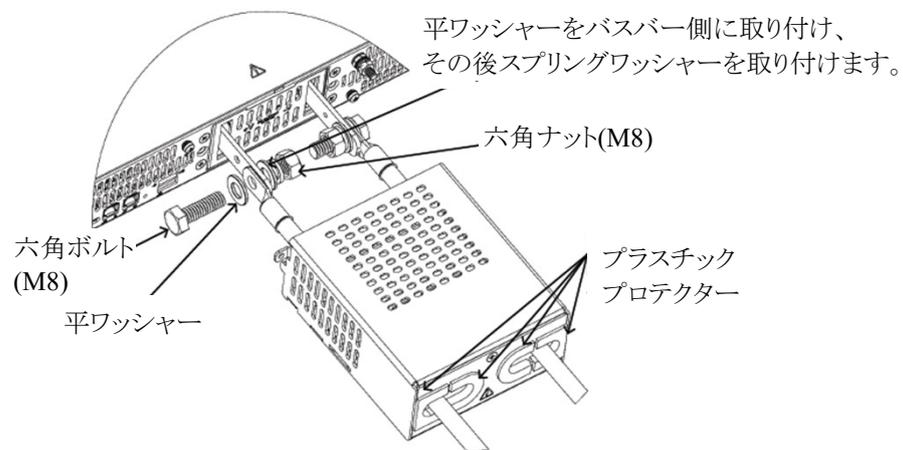

図4-32 負荷線の接続方法
2. 図4-32に示すように負荷線をバスバーに固定し、出力端子カバーを組み立てます。